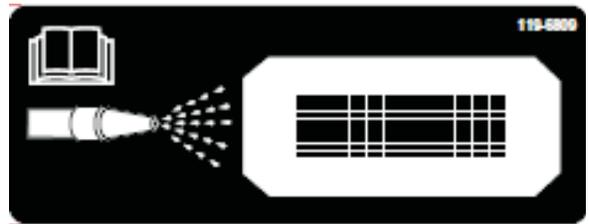
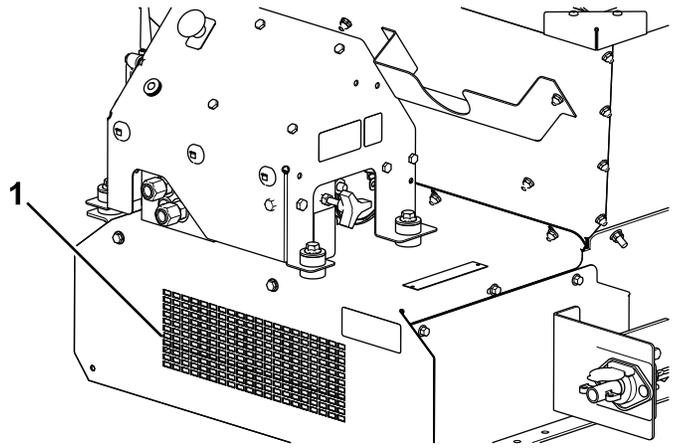

图 62
图 63
11. 找到机器前面的清洗口标贴 图 62 使用浇水软管喷淋前后保护网直到底盘上的物料被完全清除 图 63。